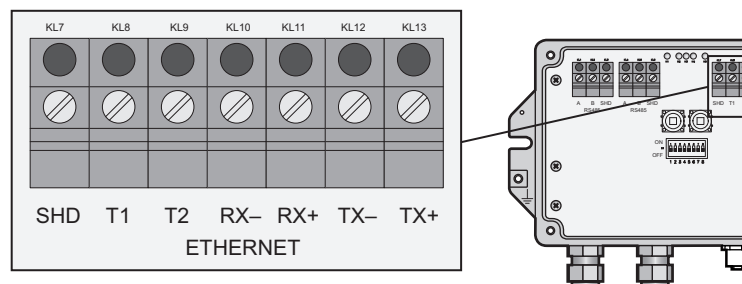

図 5-4: 中央の M12 ソケット付き Fieldgate
- M12 D コードコネクタを Fieldgate のイーサネットソケットに差し込みます。図 5-4 (23 ページ) を参照。